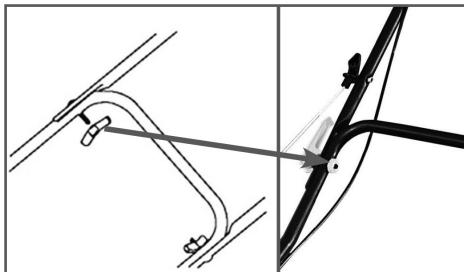

Рис.3 Установка рабочей рукоятки
- Соедините верхнюю часть рабочей рукоятки с нижней частью и закрепите ее болтами с барабашковыми гайками (Рис. 3). Проверьте установку троса остановки двигателя, он не должен быть пережат.